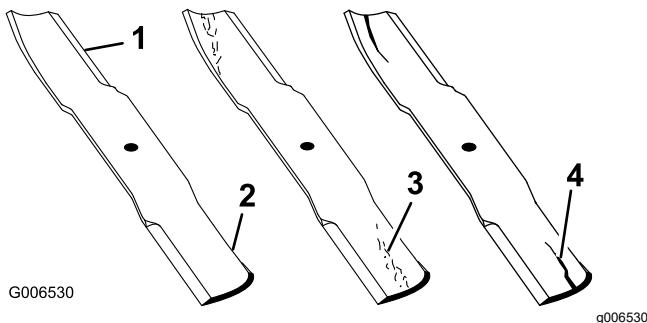

Figura 70
1. Ispécione as extremidades de corte (Figura 70).
4. Se verificar quaisquer fissuras, desgaste, ou a formação de ranhuras nesta área instale imediatamente uma lâmina nova (Figura 70).